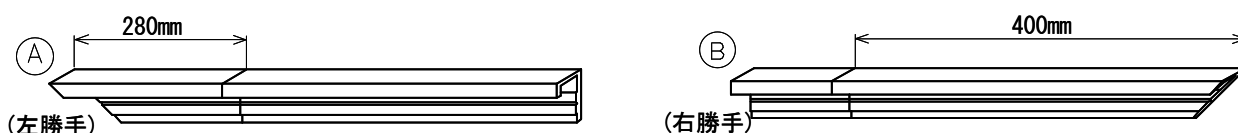

図14-4
①2種類の見切り部材を所定の長さにカットしてください。(図14-4)